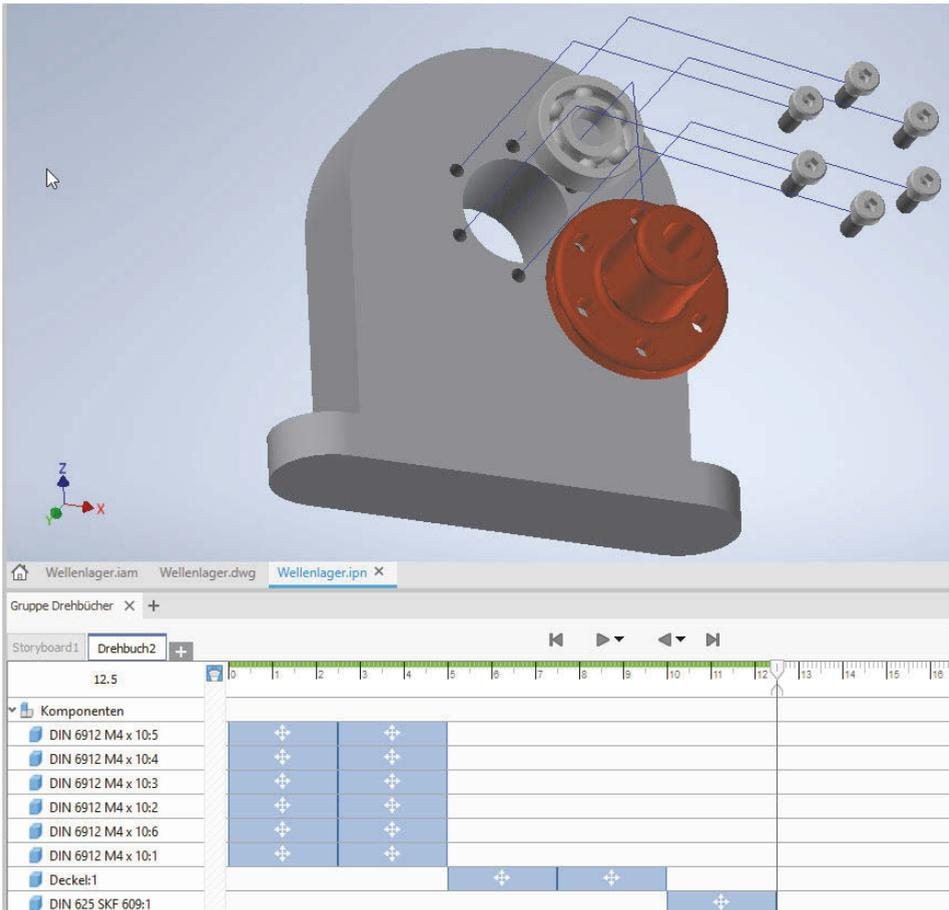
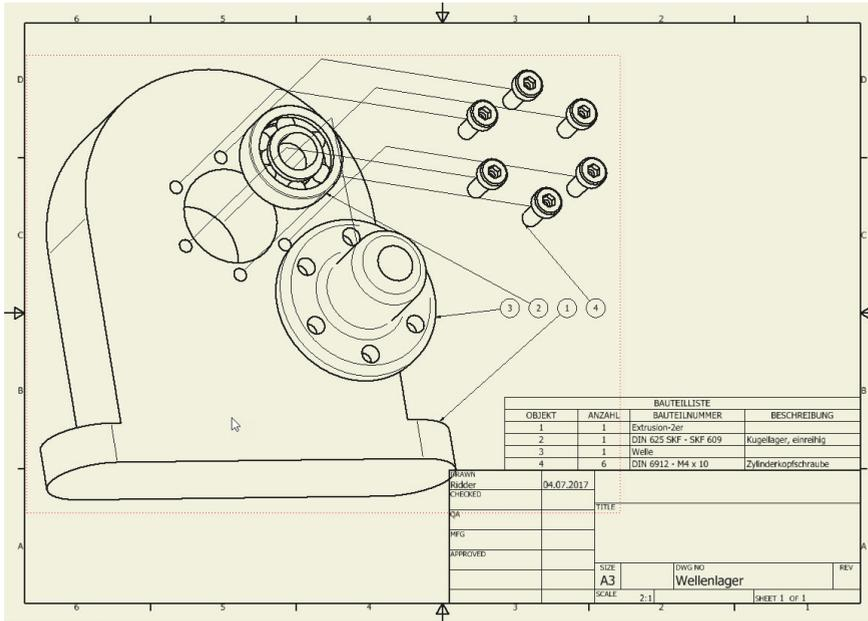

Abb. 1.5: Präsentation mit Animationspfaden und Drehbuch (unten)
Abb. 1.6: Zeichnung der Explosionsansicht mit Positionsnummern und Stückliste
- Die Explosionsdarstellung entsteht in einer *.ipn-Datei. Die Endung steht für »*Inventor-PräsentatioN*«, kurz IPN (Abbildung 1.5). Auch aus einer Präsentation kann eine Zeichnung erstellt werden (Abbildung 1.6).